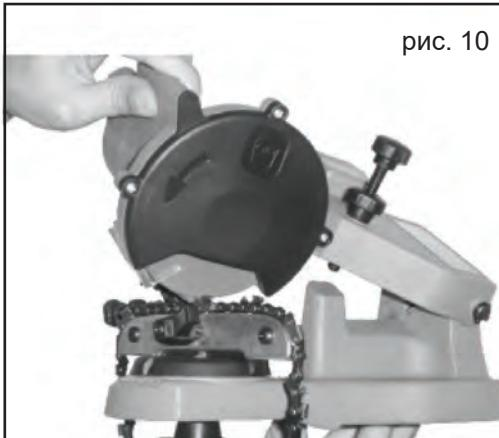

рис. 10
3. Медленно опускайте заточной диска, как показано на рис. 10. Если Вы заметите незначительные отклонения в настройках, выключите станок и отсоедините шнур.